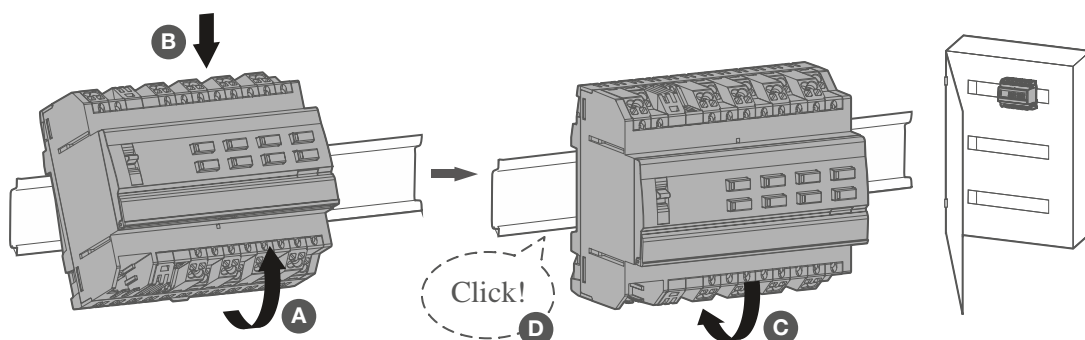

Fig. 4: Installare il dispositivo sulla guida DIN
- 1 Installare il dispositivo su una guida DIN TH 35 7,5-15 conforme a IEC 60715:2017 / EN 60715:2017 (Bild 4).